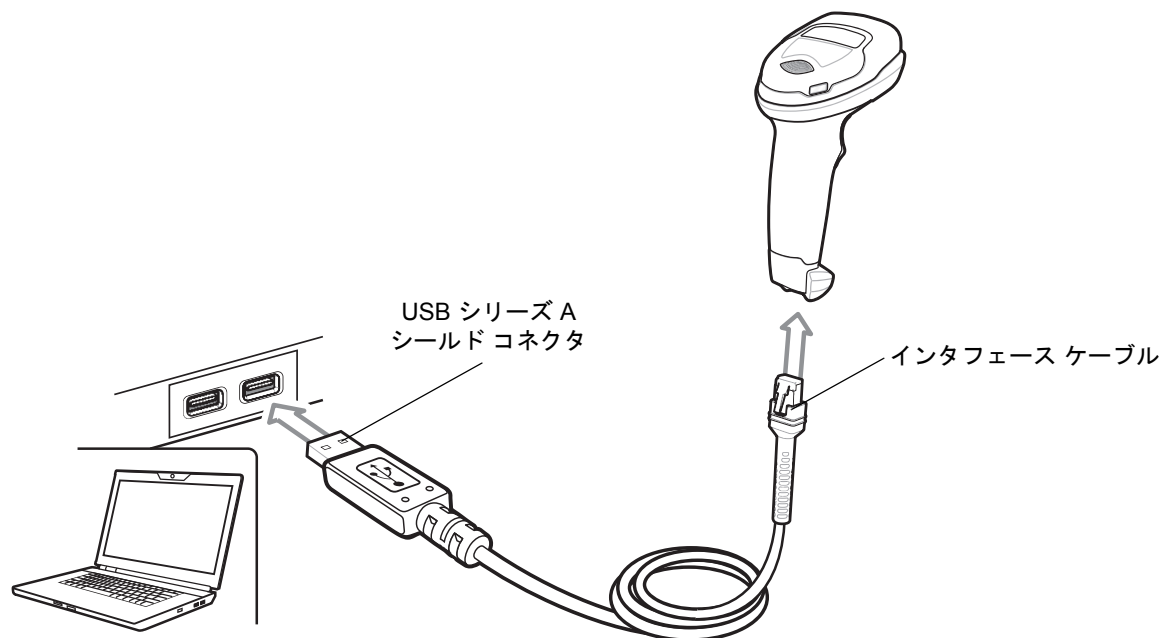

図 5-1 USB 接続
- ✓ **メモ** 必要なインタフェース ケーブルは、設定によって異なります。図 5-1 のイラストに示したコネクタは、あくまでも例です。実際には、別のコネクタが使用される場合もありますが、デジタル スキャナの接続手順は同じです。